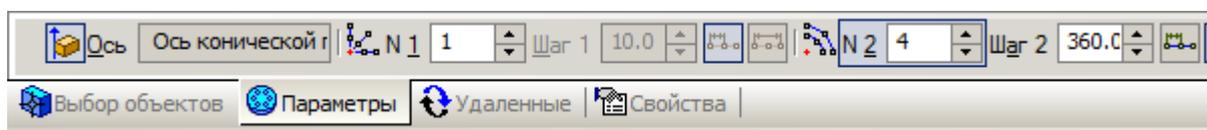
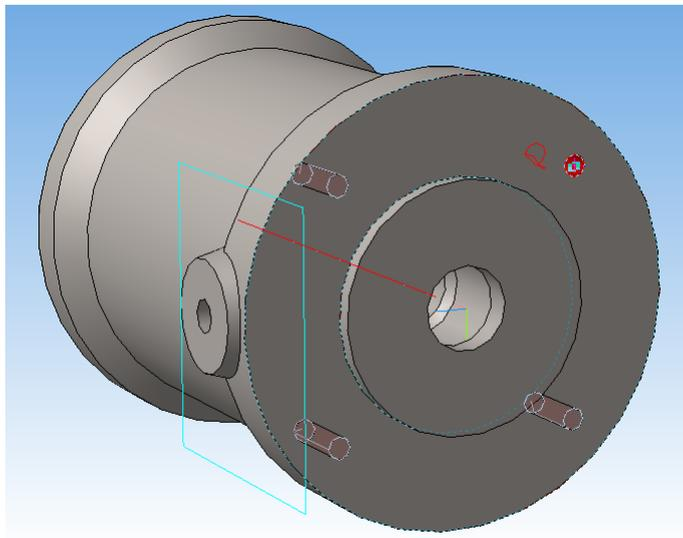

Рис. 15. В поле *N2* введите количество экземпляров — четыре
Рис. 16. Фантом отверстий, полученный с помощью команды *Массив по концентрической сетке*
11. Введите количество экземпляров по кольцевому направлению —  $4$ , остальные параметры оставьте предлагаемыми по умолчанию (рис. 15). Отобразится фантом отверстий, полученный использованием инструмента *Массив по концентрической сетке* (рис. 16).